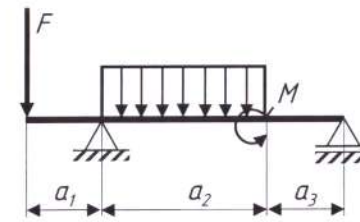

Рис. 2. Система произвольно расположенных сил
2. Подготовка к практическому занятию № 2 «Определение реакций в опорах балочных систем» (рис. 2, табл. 2).
Определить реакции опор двухопорной балки, нагруженной согласно рис. 2, данные к практическому заданию соответствуют табл. 2 (номер варианта соответствует порядковому номеру обучающегося в журнале).